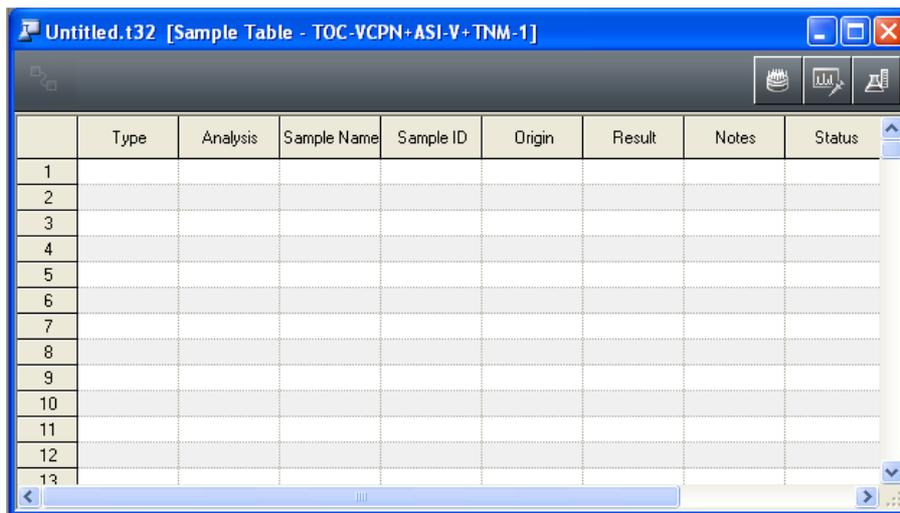
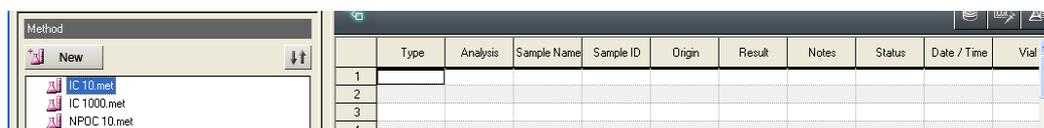

Figura 6.5 – Janela com a nova planilha de amostras (“sample table”).
Figura 8.3.1 – Inserção da injeção na planilha de trabalho.
10. Ao clicar neste botão, a janela com a nova planilha de injeção de amostras aparecerá, Figura 6.5.
1. Para a criação de uma nova planilha para a injeção de amostras, primeiramente deve-se seguir os passos descritos do item 8 a 10 da seção 6 deste documento. Com a nova planilha aberta, Figura 6.5, deve-se “arrastar” o ícone do método desejado até a linha de injeção a ser efetuada, Figura 8.3.1.